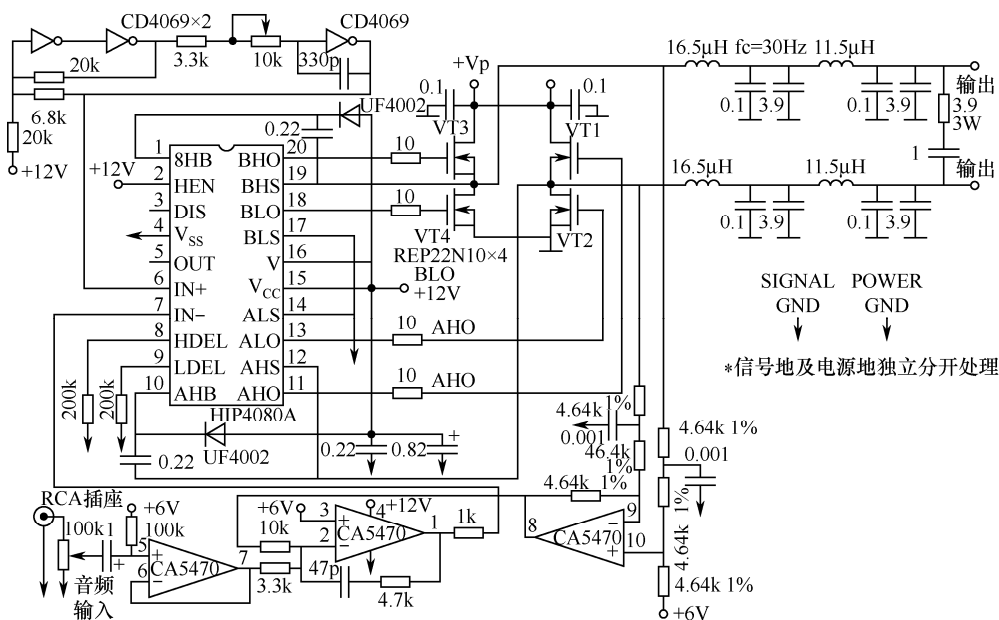

图 5-32 场效应管驱动的 D 类功放电路
场效应管驱动的 D 类功放电路如图 5-32 所示。
1) 电路原理图 (见图 5-32)